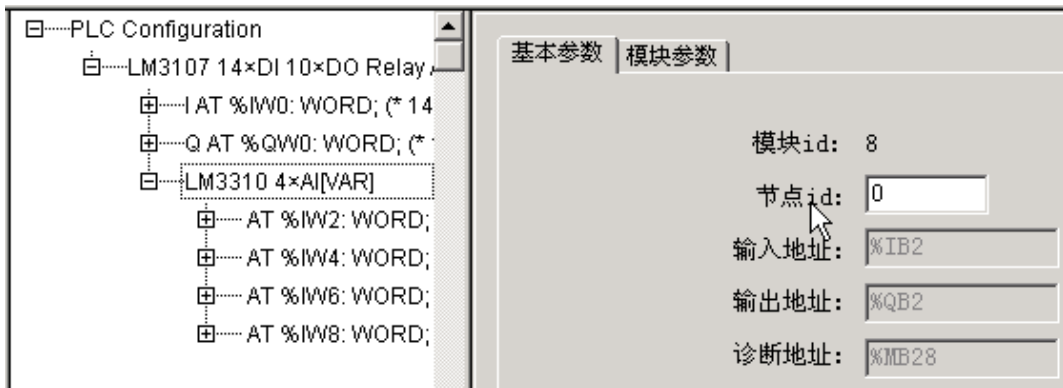

图 5-1-1
例子中 Address 处的输入值应与图 5-1-1 中 PLC 配置表中鼠标处的节点 id 一致。
- 在调用 Analog_IN 指令之前先要进行 PLC 配置 (如图 5-1-1 所示) 和添加库文件 Hollysys_PLC_Analog.lib。